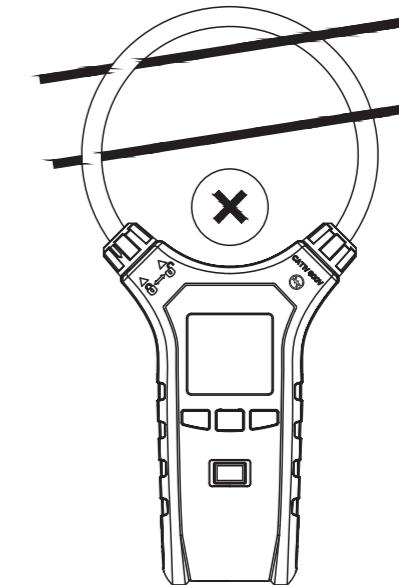

图5.1
7. 读取显示屏上的电流值；如果测量值超过量程，则显示“OL”字符。请手动按选择适合该电流的量程 (30.00A/300.0A/3000A)。 8. 请勿做以下错误测量和不当操作 (如图5.1和图5.2)